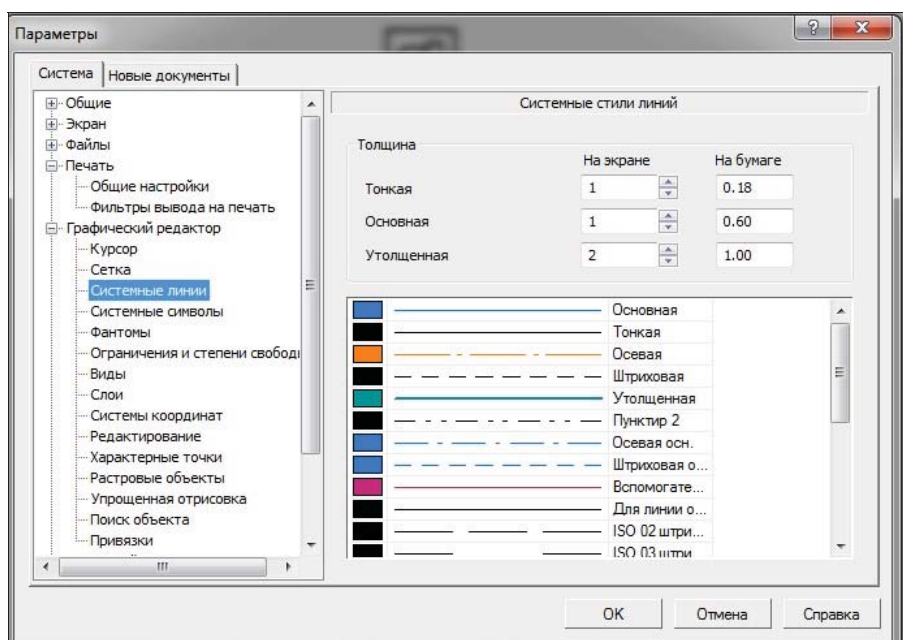

Рис. 17.5. Диалоговое окно Параметры с открытой панелью Системные стили линий
- ◆ щелкните ЛК мыши по пункту **Системные линии** — в правой части появилась панель **Системные стили линий** (рис. 17.5). Настройка системных линий: